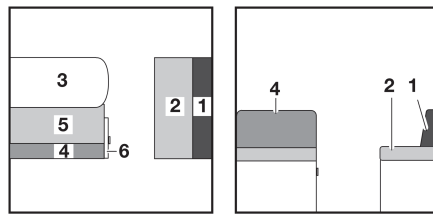

Fig. 137 Avant la transformation
- Agrandir la table (Fig. 137,3) et la transformer en sommier de lit (voir paragraphe 7.8).
- Tirer la poignée et ouvrir le portillon (Fig. 137,6).